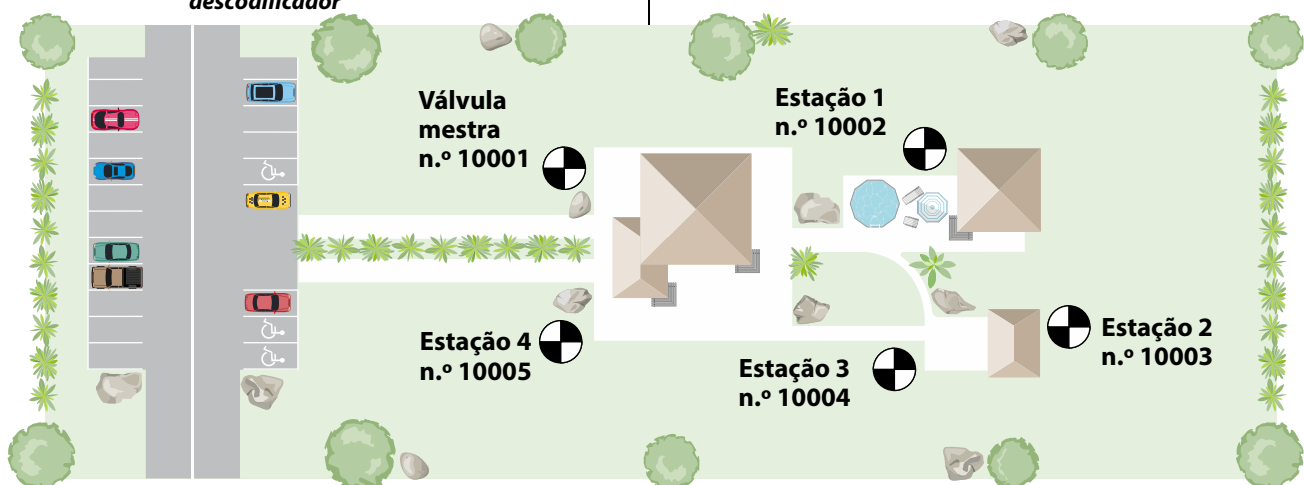

Figura 1 - Exemplo de disposição do local com válvula mestra
- Ver Figura 1 para um exemplo de endereçamento de decodificador com válvula-mestra.